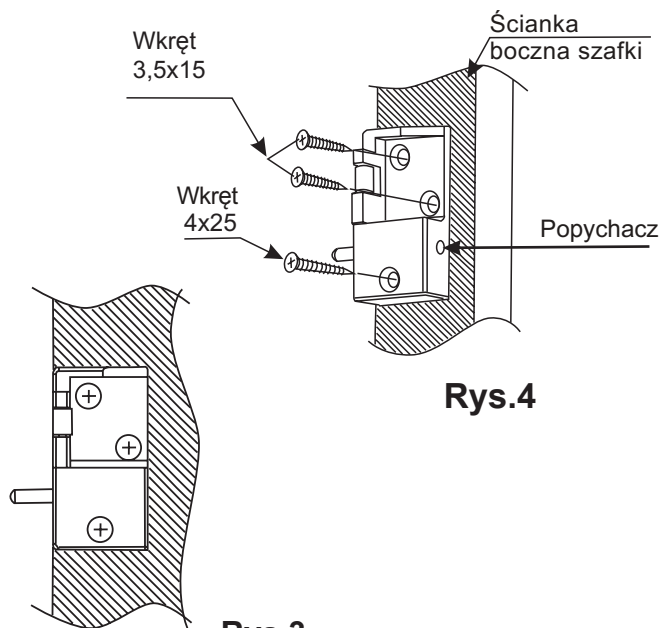

Rys.1
- Włączyć zasilanie (włożyć baterię bądź nacisnąć przełącznik na module zasilania zewnętrznego (patrz rys. 1) dopiero wówczas puszczać przycisk RESET.